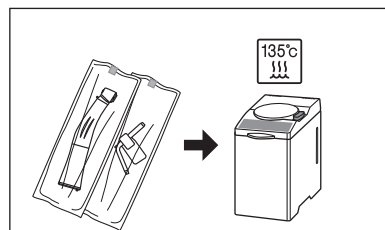

図19
- 1 滅菌バッグに入れ、封をします。(図19)
- 2 135℃までの温度でオートクレーブ滅菌を行います。(図19)